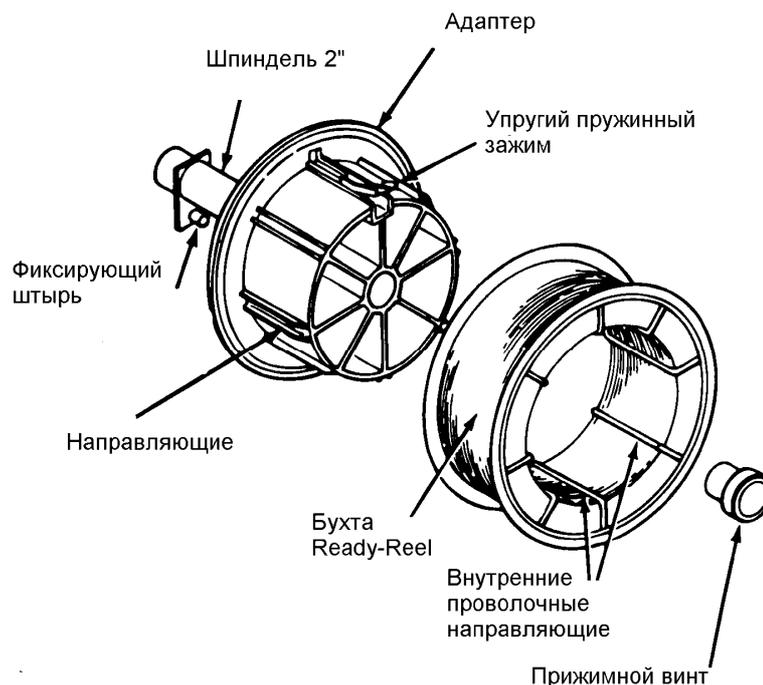

Рисунок 2. Загрузка бухты типа Ready-Reel.
- а. Убедитесь, что блокировочный винт затянут и хорошо прижимает адаптер на шпинделе (См. Рис. 2.)